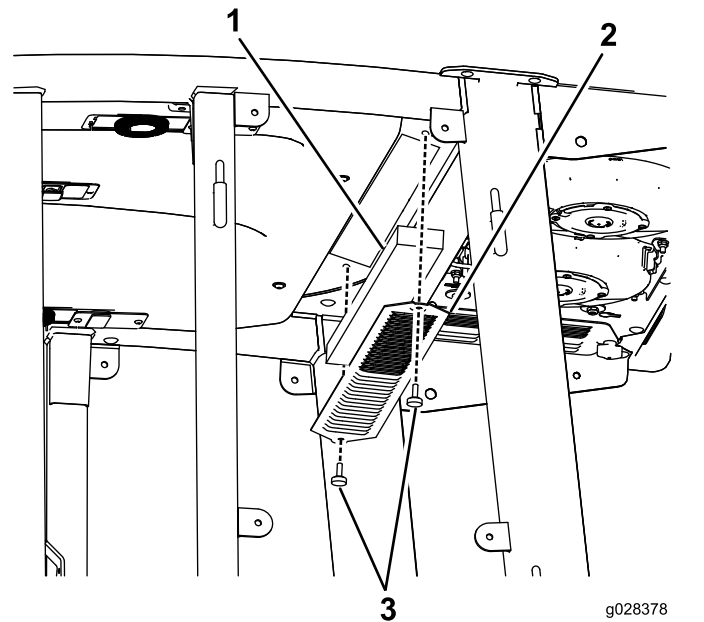

図 51
1. 室内用と後部用のエアフィルタからねじを外して格子を外す 図 51。